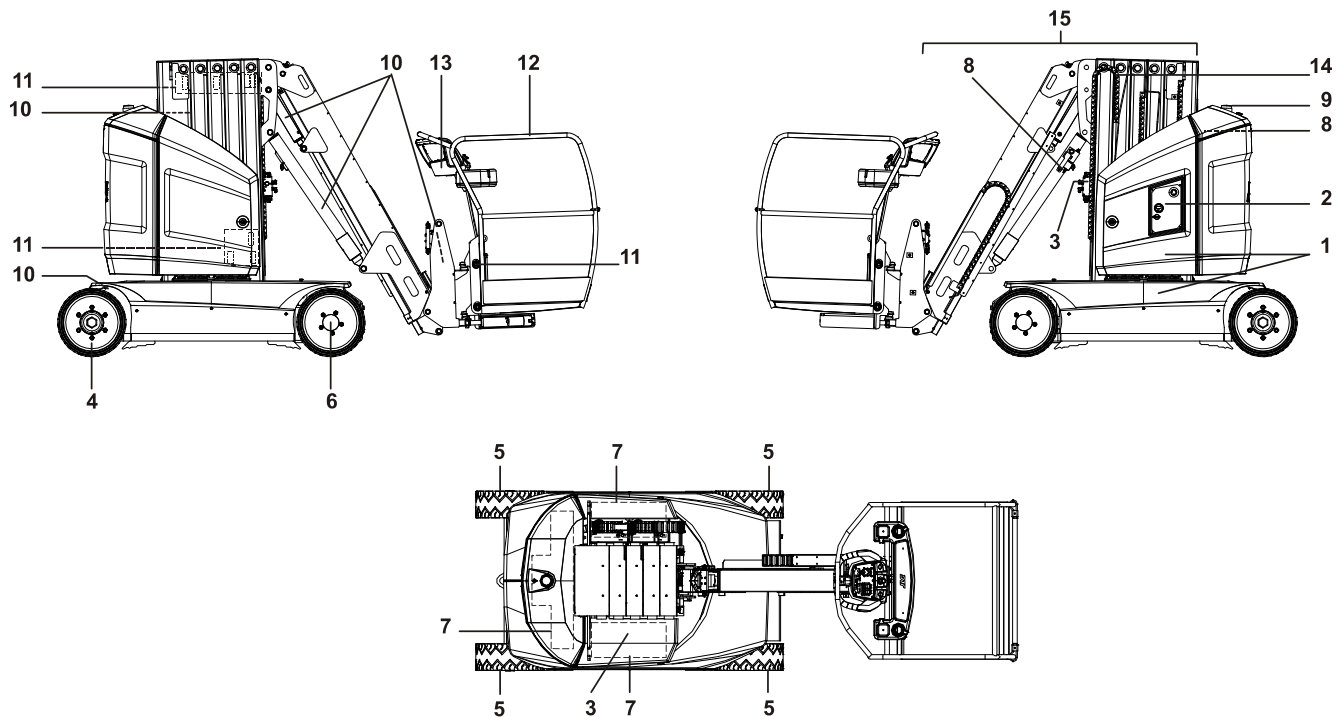

Figura 2-1. Inspección Visual Diaria
5. **Inspección ocular** – Ver la Figura 2-1.
Iniciar la inspección visual en el punto 1; ver la Figura 2-1. Continuar comprobando cada elemento en secuencia para saber si existen las condiciones enumeradas en la siguiente lista de comprobación.